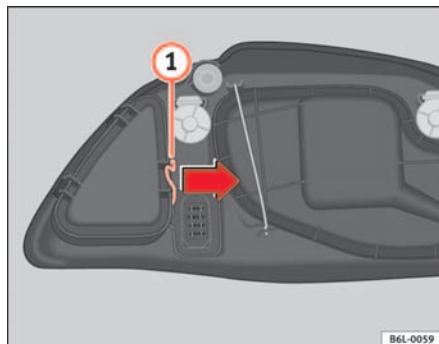

Fig. 148 Luz intermitente
- Desplace el tirante (1) ⇒ fig. 148 en el sentido de la flecha y retire la tapa.